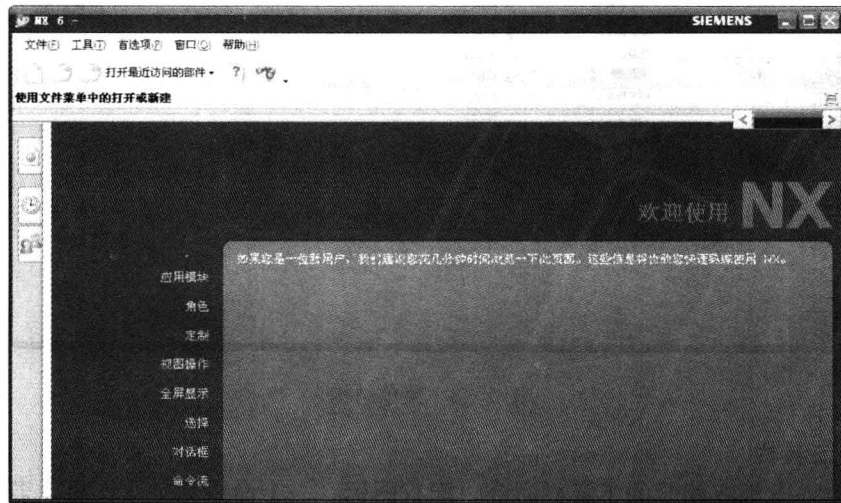
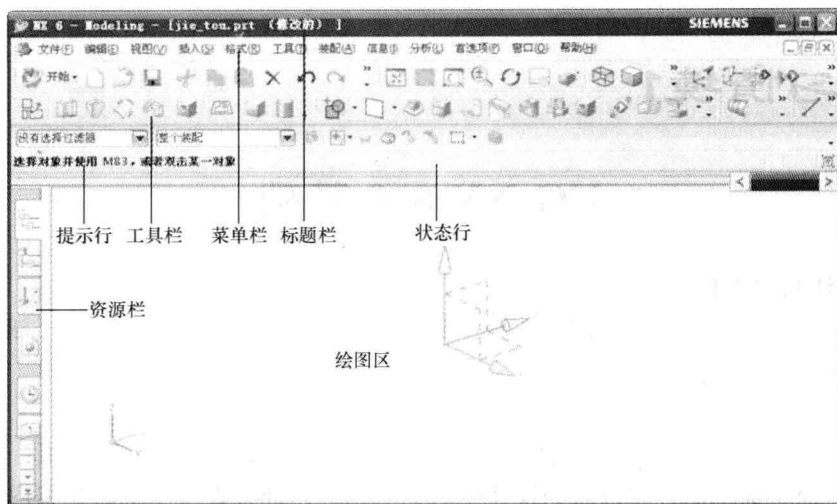
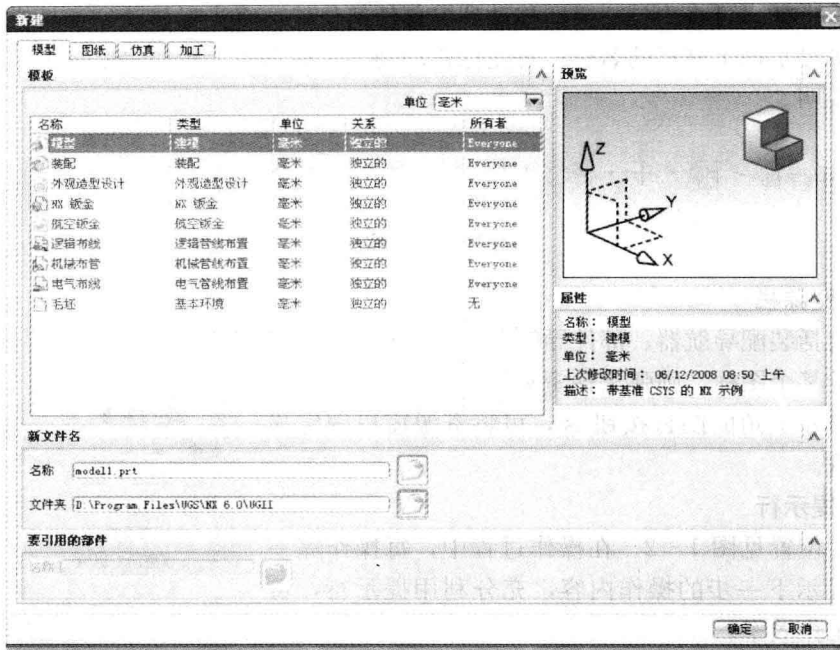
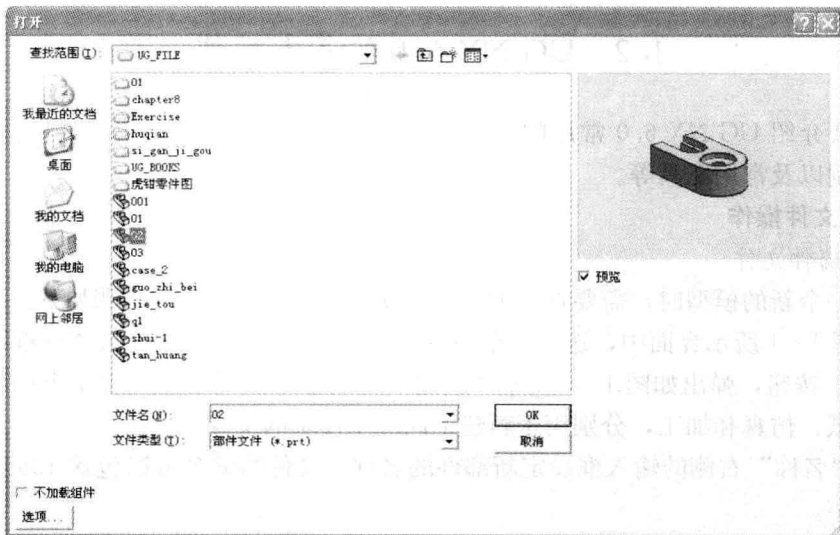

图 1-1 UG NX 6.0 初始界面
图 1-2 UG NX 6.0 用户界面
图 1-6 “新建”对话框
图 1-7 “打开”对话框
在 Windows NT/2000/XP 等操作系统下，UG NX 6.0 采用与常见的微软应用软件类似的图形用户界面（Graphics User Interface, GUI），易于学习和掌握。在 Windows XP 操作系统下，运行 UG NX 6.0 软件，软件打开后其界面如图 1-1 所示，这是软件的初始界面。当选择新建文件或打开文件时，初始界面就变为一般工作状态下的用户界面，此时用户界面由标题栏、菜单栏、工具条、提示行、状态行、绘图区等组成，如图 1-2 所示。
提示行的位置见图 1-2。在操作过程中,每操作完一步,系统会提示下一步的操作内容,充分利用提示行,可以大大提高工作效率。
状态行的位置见图 1-2。状态行用于显示当前操作状态或刚完成的操作结果。利用状态行的信息可以了解当前的操作状态以及操作结果是否正确。
(1) 在图 1-1 所示界面中,选择菜单命令“文件”→“新建”,或单击“标准”工具栏中的“新建”按钮,弹出如图 1-6 所示“新建”对话框,该对话框共有 4 个选项页,分别是模型、图纸、仿真和加工,分别用于新建不同应用模块的文件。
(2) 在“名称”右侧的输入框设定新部件的名称,文件名最多可以包含 128 个字符,但不能包含汉字。
(3) 在“文件夹”右侧的输入框设定新部件保存的文件夹。文件夹名称不能包含汉字。
(4) 单击“确定”按钮完成新部件的创建。
(1) 在图 1-1 所示界面中，选择菜单命令“文件”→“打开”，或单击“标准”工具栏中的“打开”按钮，弹出如图 1-7 所示“打开”对话框。